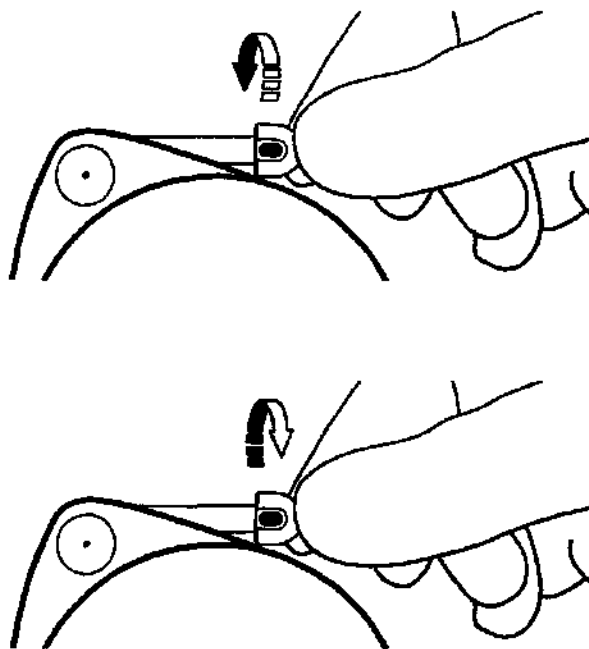

Рис. 19. Чтобы проверить надежность подсоединения к помпе, поверните коннектор.
- d. Повращайте бесшлюзовый коннектор помпы влево и вправо не меньше чем на 90° (Рис. 19).